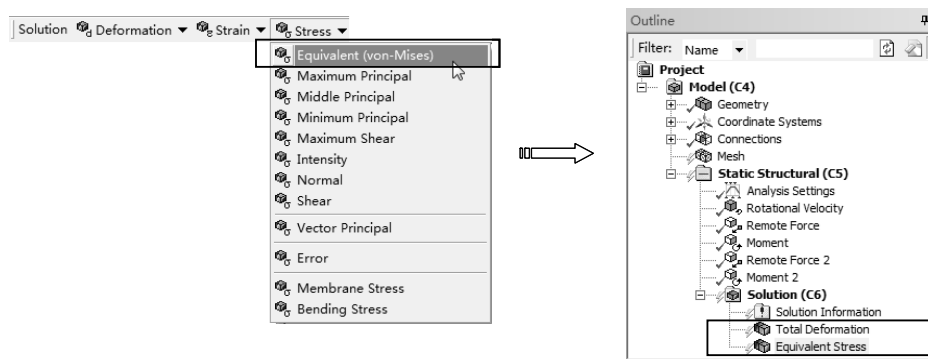

图 10-68 添加应力求解项
7) 求解应力。单击【Solution】工具栏上的【Stress】|【Equivalent (von-Mises)】命令, 此时在分析树中插入【Equivalent Stress】项, 如图 10-68 所示。